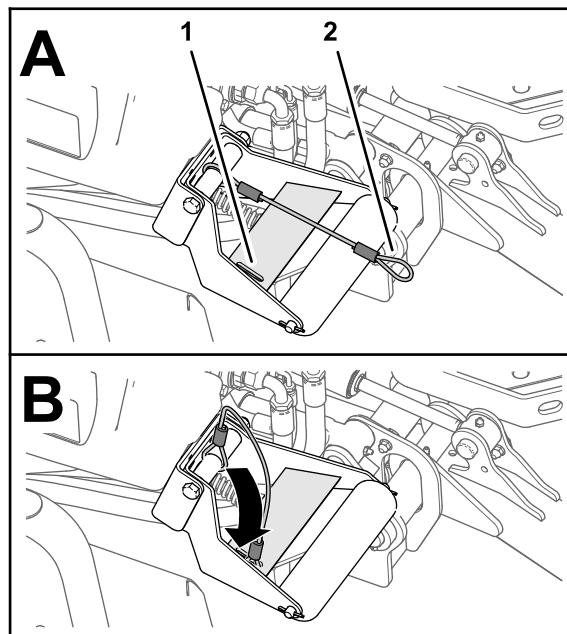

Figure 72
4. Les unités de coupe étant abaissées, enfiler la boucle du cordon dans la fente de la plaque de renfort du support de rouleau (Figure 72).